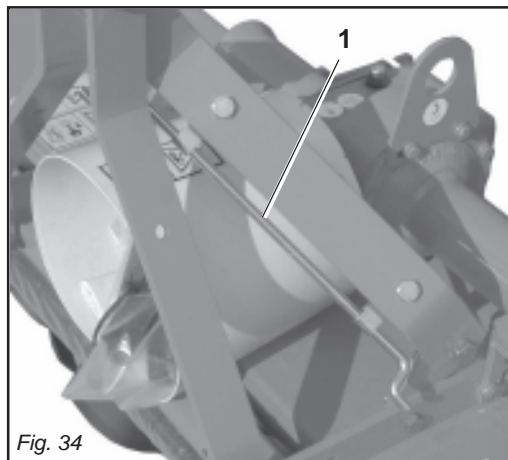

Fig. 34
- 2) Nel caso che la macchina sia dotata di catena, posizionare l'asta antiribaltamento (1 Fig. 34) come in figura (2 Fig. 34).
- 2) If the machine has a chain, position safety rod (1 Fig. 34) as shown in the figure (2 Fig. 34).
- 2) Si la machine est dotée d'une chaîne, placer la tige anti-retournement (1 Fig. 34) comme dans la figure (2 Fig. 34).
- 2) Falls die Maschine mit Kette ausgerüstet ist, muss die Kippschutzstange (1 Abb. 34) wie in der Abbildung (2 Abb. 34) angeordnet werden.
- 2) Si la máquina posee cadena, posicionar la barra antivuelco (1 Fig. 34) como se ve en la figura (2 Fig. 34).